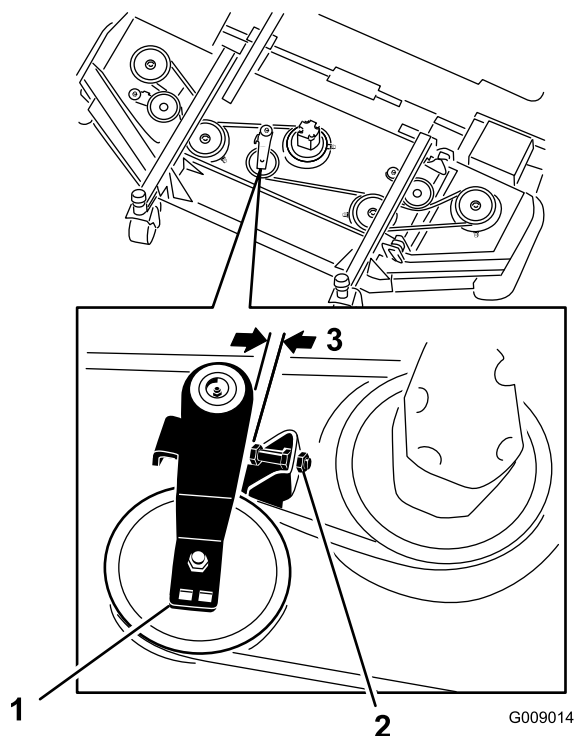

Figure 81
3. Sur le plateau avant, desserrez les écrous de blocage sur la vis d'arrêt de la poulie de tension et vissez la vis d'arrêt dans le support (Figure 81).
4. À l'aide d'une clé à cliquet ou d'un outil similaire, éloignez la poulie de tension de la courroie d'entraînement pour détendre cette dernière et pouvoir la déchausser des poulies (Figure 81).